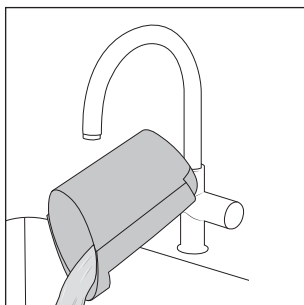

Rys. 20
1. Naciśnij przycisk nad zbiornikiem na brudną wodę **2** w dół (patrz rys. 20). Podczas naciskania przycisku w dół, trzymaj uchwyt zbiornika na brudną wodę **2**.
2. Wyciągnij zbiornik na brudną wodę **2** do przodu z urządzenia (patrz rys. 20).